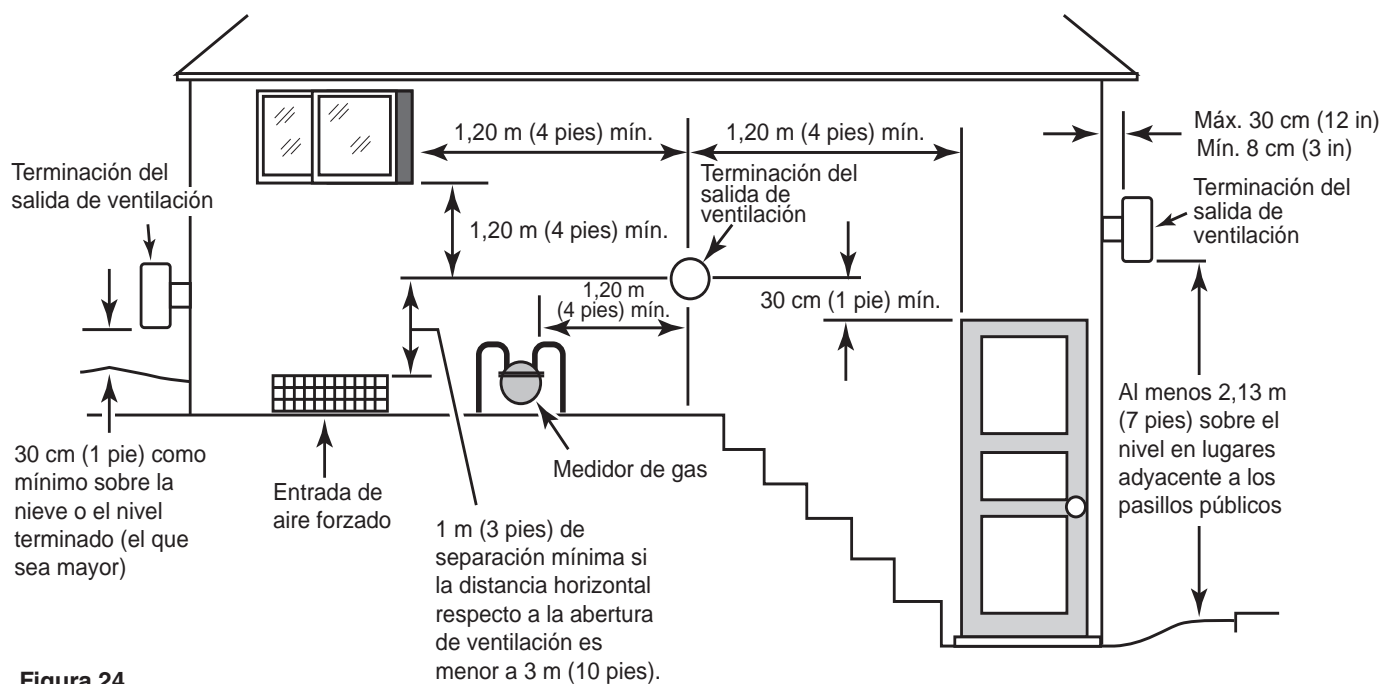
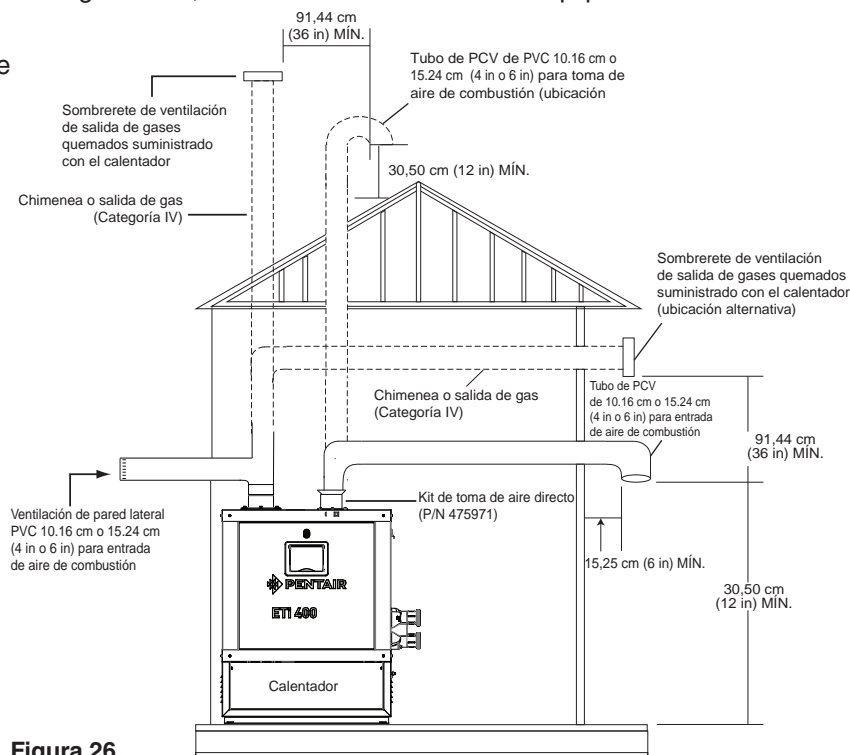

Figura 24.
Figura 26.
## **VENTILACIÓN HORIZONTAL O VERTICAL (CATEGORÍA IV) – PRESIÓN POSITIVA** **(Vea la Figura 28, en la página 32 y la Figura 26, en la página 34)**
3. **Terminación de la ventilación:** vertical (vea la Figura 24 a continuación y la Figura 26 en la página 34 para conocer la altura de la terminación de la ventilación por encima del techo). Use el terminal de ventilación **aprobado** que se especifique en los códigos locales y nacionales y en las instrucciones del fabricante. La terminación del techo debe ser vertical. En Canadá, la ubicación del sombrerete debe tener una distancia mínima horizontal de 1,2 m (4 pies) desde los medidores de electricidad, los medidores de gas, los reguladores y las aberturas de alivio.
El terminal debe estar colocado de la siguiente manera (para Estados Unidos, vea la Figura 24 en la página 32):
El terminal debe colocarse de la siguiente manera (para Canadá, vea la Figura 24 en la página 32):
Se recomienda aislar la ventilación de entrada (vea la Figura 26) en los climas fríos.